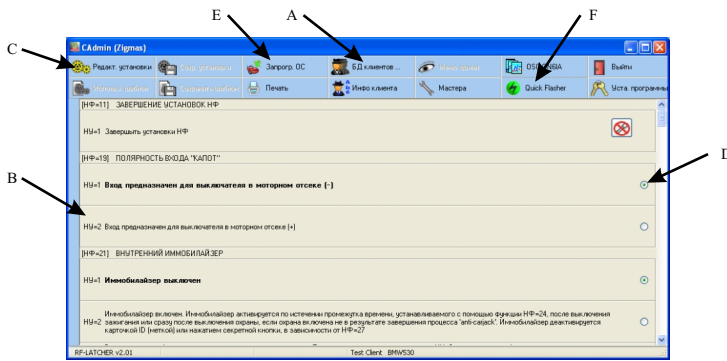
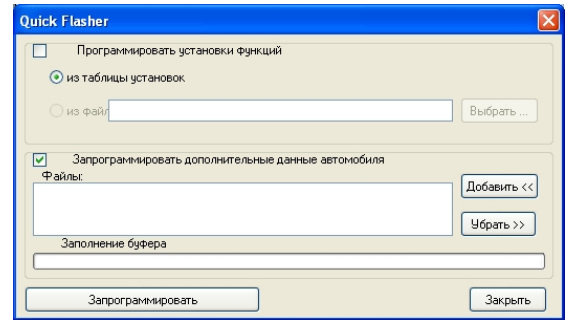

Рис. 9. «CAdmin». Окно установок.
Рис. 10. «CAdmin». «Quick Flasher».
- щелкните иконку «БД клиентов» (см. рис. 9-A);
- двойным щелчком на заново созданной записи клиента откройте таблицу с начальными заводскими установками системы тревожной сигнализации (см. рис. 9-B);
- для изменения установок щелкните иконку «Редакт. установки» (см. рис. 9-C) и в показываемом списке опций выберите желаемые установки (щелкая кружки выбора). Отмеченный кружок значит выбранную установку (см. рис. 9-D);
- когда сделаны все изменения еще раз щелкните иконку «Редакт. установки» – выключится возможность изменения установок, щелкните иконку «Запрогр. ОС» (см. рис. 9-E) – будет начата процедура обновления установок системы тревожной сигнализации;
- для обновления базы данных системы тревожной сигнализации данными новых автомобилей щелкните иконку «Quick Flasher» (см. рис. 9-F), щелкнув иконку «Добавить» выберите файл данных CAN-шины конкретного автомобиля (см. рис. 10) и щелкнув кнопку «Запрограммировать» загрузите этот файл в систему тревожной сигнализации;